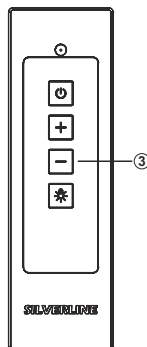

Abb. 22
2. ➔ Drücken Sie über Fernbedienung die Taste (-) die Tasten (Abb. 22).